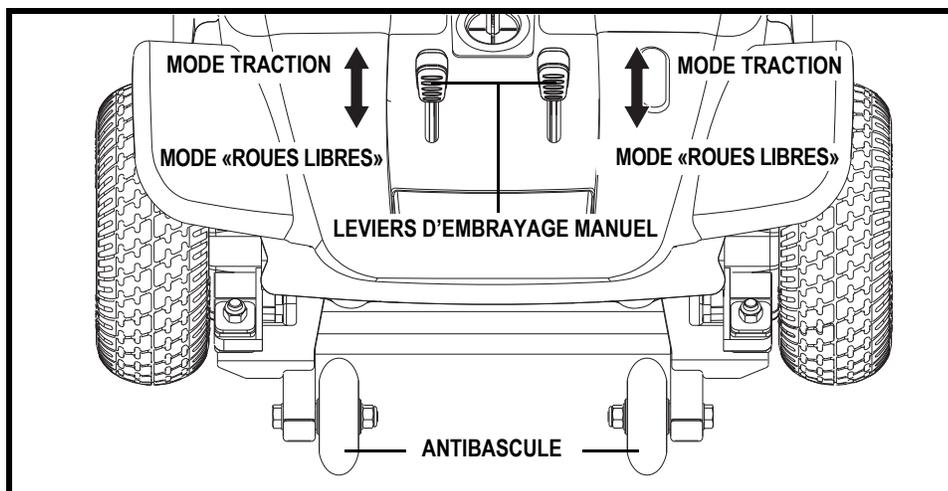

Figure 7. Arrière de la base motorisée
1. Trouvez les leviers sur la section arrière de la base motorisée. **Voir la figure 7.**
Les roulettes antibascule font partie intégrante du fauteuil et sont une composante de sécurité importante de votre Go-Chair. Elles sont boulonnées à la partie arrière de la structure du fauteuil. **Voir la figure 7.**